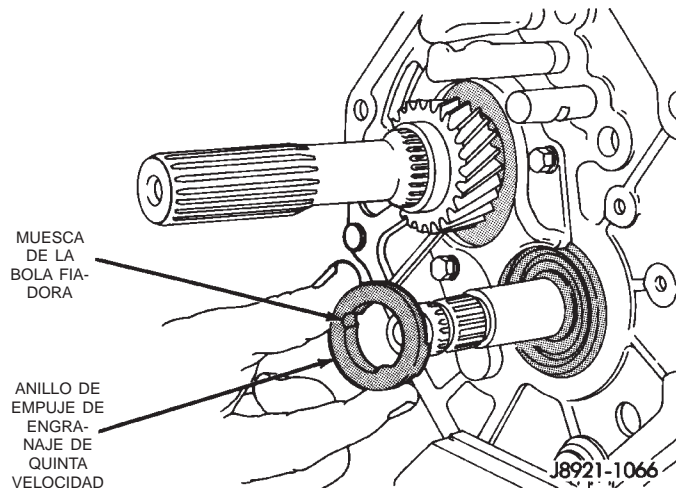

Fig. 94 Instalación de anillo de empuje de engranaje de quinta velocidad
(40) Instale el anillo de empuje del engranaje de quinta velocidad en el árbol intermediario y sobre la bola fiadora (Fig. 94).